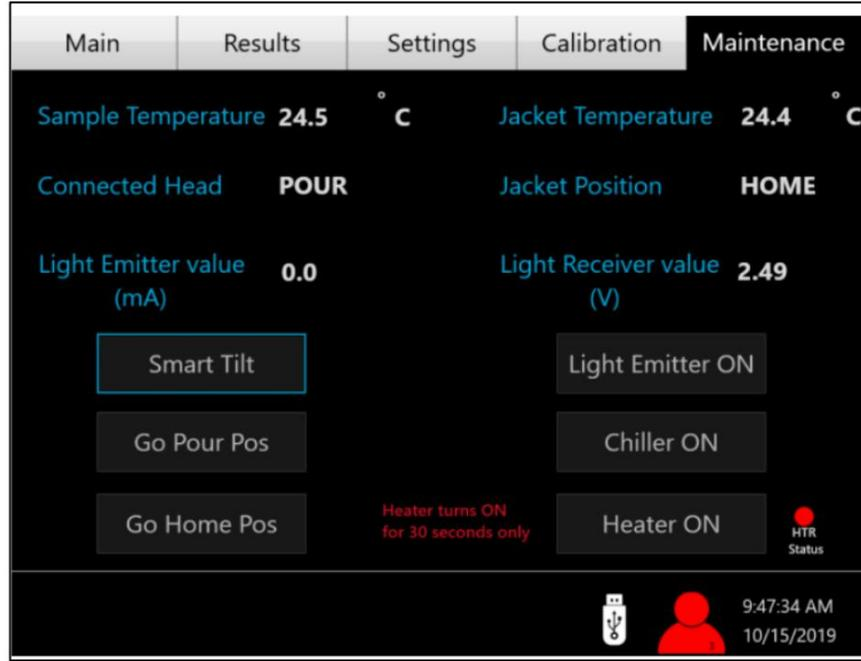

Figura 15. Pestaña Mantenimiento
5. Mantenimiento. La pestaña de mantenimiento muestra el rendimiento general del instrumento, como: temperatura de la muestra y de la camisa, qué cabezal está conectado, posición de la camisa, valor del emisor de luz y del receptor de luz. Desde aquí se puede encender el emisor de luz, el enfriador o el calentador para fines de mantenimiento general. La Figura 15 a continuación muestra toda la información que puede encontrar en la pestaña de mantenimiento.